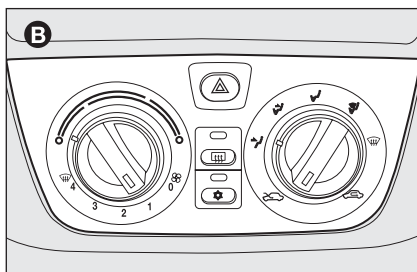

fig. 5
- ☐ con climatizzatore manuale B-fig. 5;